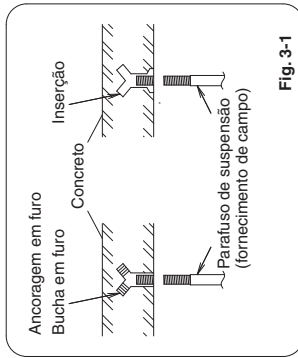

Fig. 3-1
- (2) Aparafuse os parafusos de suspensão, deixando-os protuberantes desde o tecto como mostrado na Fig. 3-1.